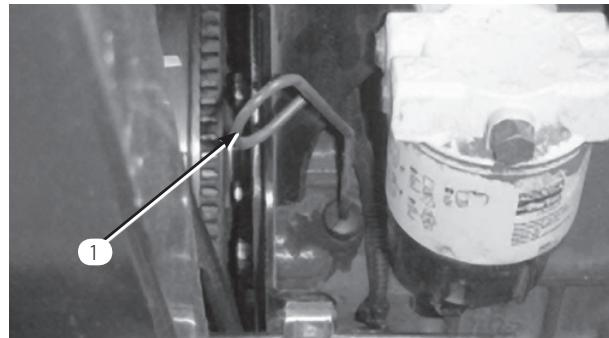

図15
2. ディップスティックを抜き、ウェスで一度きれいに拭く(図15)。ディップスティックを、チューブの根元までもう一度しっかりと差し込む。ディップスティックを引き抜いて油量を点検する。油量が足りなければディップスティックのFULLマークまで補給する。